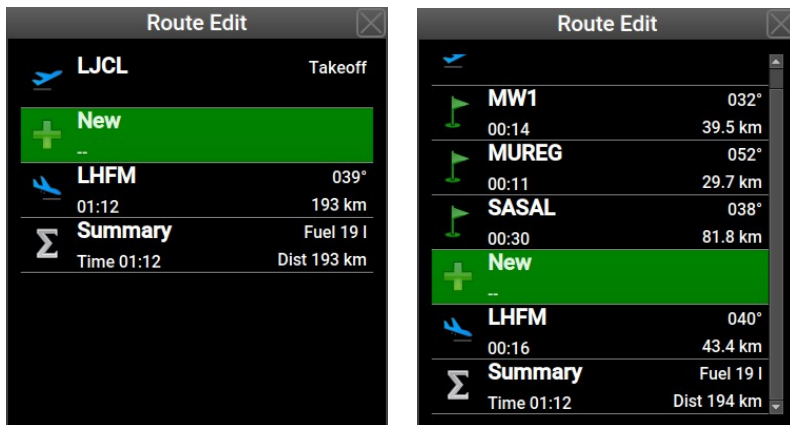

Figure 33: Route am Anfang, wenn nur Start- und Landeflugplätze bekannt (links) und Route, wenn alle Zwischenpunkte eingegeben sind (rechts).
- Ein in Abbildung 33 gezeigtes Fenster links erscheint. Das Fenster zeigt beide Flugplätze und ein als Neu dazwischen gekennzeichneten Artikel.
- Die endgültige Situation ist in Abbildung 33 rechts dargestellt. Der als Zeile Neu wird automatisch von der Wegroute entfernt.